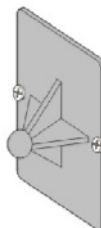

Fig. 14
- Visser le support au mur comme indiqué sur la figure 14.